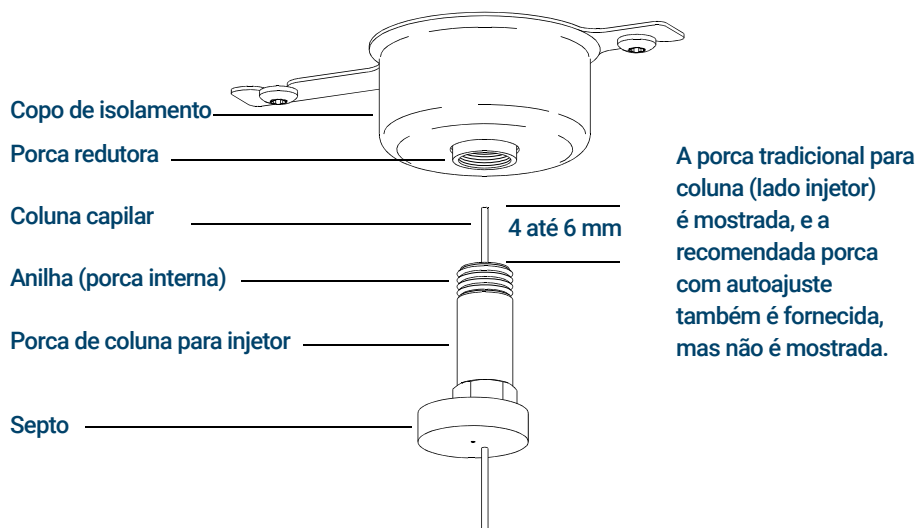

Figura 4. Instalação de coluna capilar para um injetor split/splitless
- 7 Posicione a coluna de forma que ela se estenda por 4 a 6 mm além da extremidade da anilha. (Consulte **Figura 4**.)